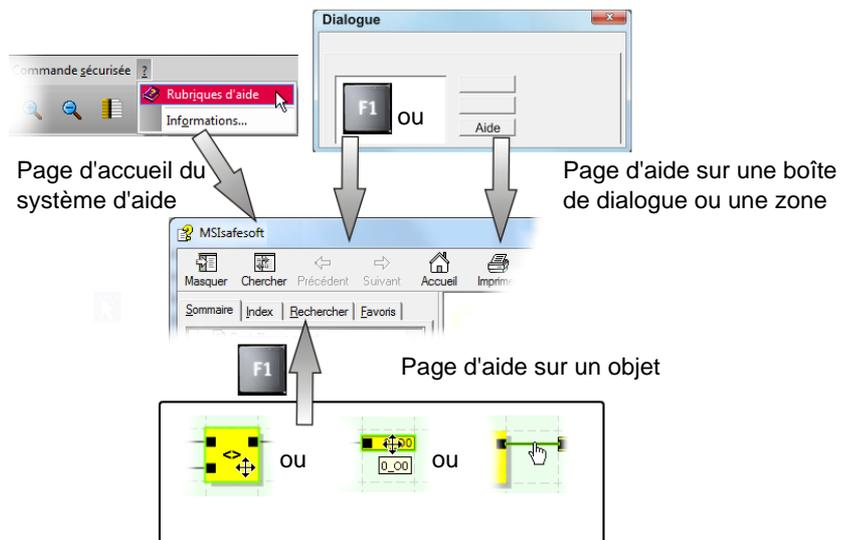

Figure 1-1 Consultation de l'aide en ligne dans le logiciel de configuration MSIsafesoft
- les aides en lignes relatives au logiciel de configuration sécurisé MSIsafesoft (voir également Figure 1-1) et à chaque bloc sécurisé,